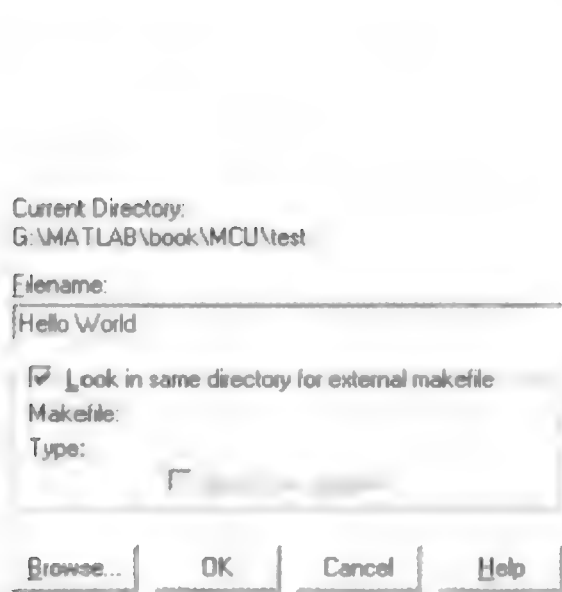

图 5.3.8 添加新的工程
(3) 在工程属性对话框中,单击按钮 ,为该工程空间新增一个工程,名为 Hello World,如图 5.3.8 所示。